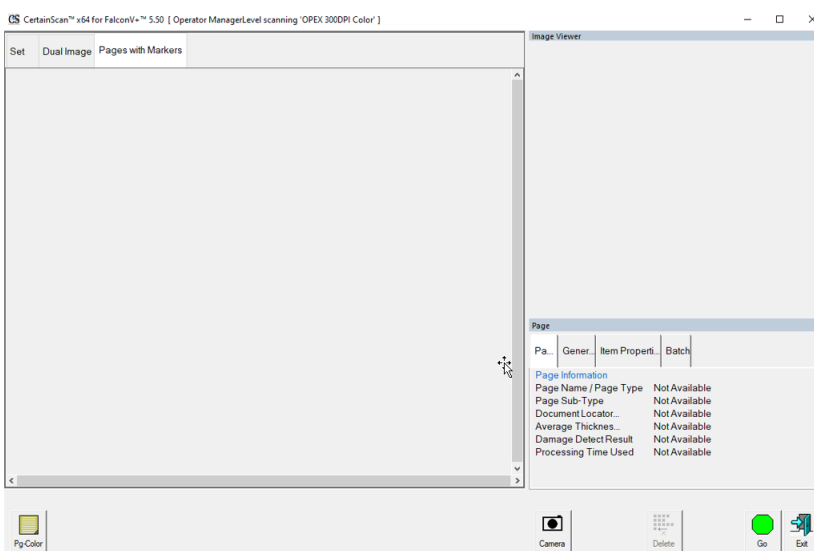

図 3-6 : 実行画面
- 実行画面：ジョブのページタイプが表示されたら、**Go（開始）** ボタンをクリックしてスキャンを開始します。バッチデータの入力は不要です（図 3-6）。